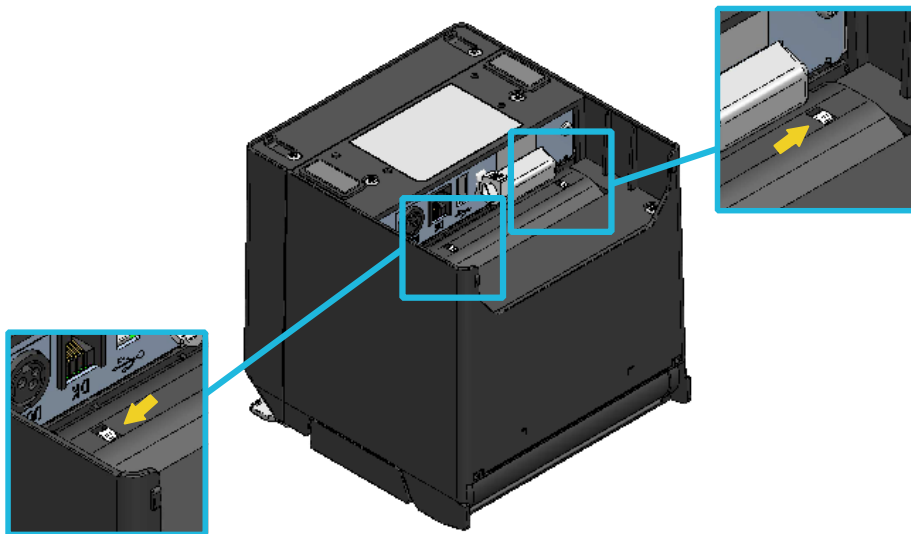

Abbildung 14-4 Prüfen der Anbringung der Trennwand
- (6) Drehen Sie den Drucker um und stellen Sie sicher, dass der Vorsprung der Trennwand R und Trennwand L richtig in das Loch an der Papierhalterung eingeführt wurde (siehe Pfeil in Abbildung 14-4).